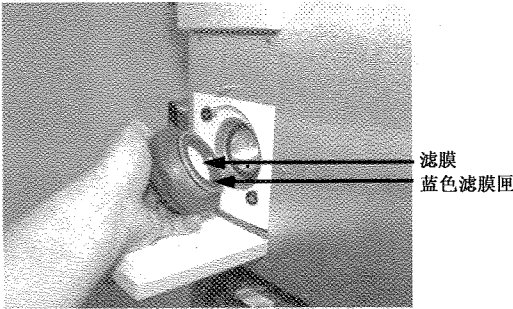

图 2-55 移除 47mm 滤膜
- (2)逆时针转动滤膜托架,直到凹口与锁盘吻合(图 2-55),然后向外拉动,从仪器上拆下托架;